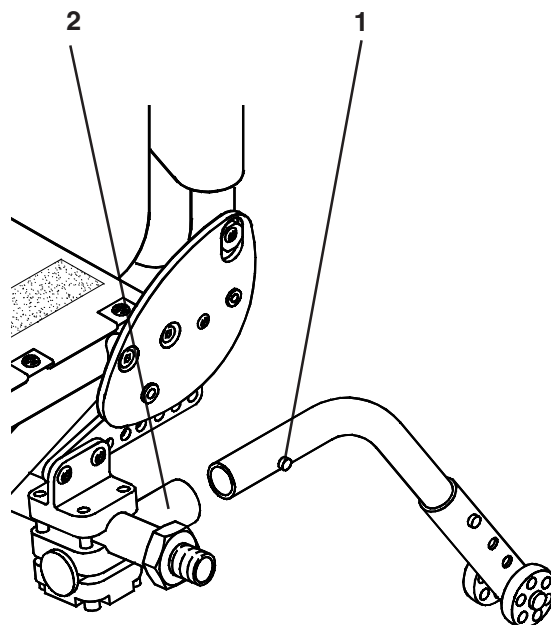

Fig. 19
Pour monter les roulettes anti-basculé (Fig. 19), maintenir les goupilles de verrouillage (1) à l'intérieur et insérer le tube anti-basculé dans le logement (2). Pour retirer le tube anti-basculé, maintenir les leviers de déblocage à l'intérieur et faire glisser les tubes vers l'extérieur. Dans certains cas, il peut être sage de faire tourner les tubes à 180°, maintenir les goupilles de verrouillage à l'intérieur et faire tourner les tubes à 180°, laisser les goupilles de verrouillage s'encliqueter en position. Il est à noter que la roue arrière est représentée retirée pour plus de clarté.